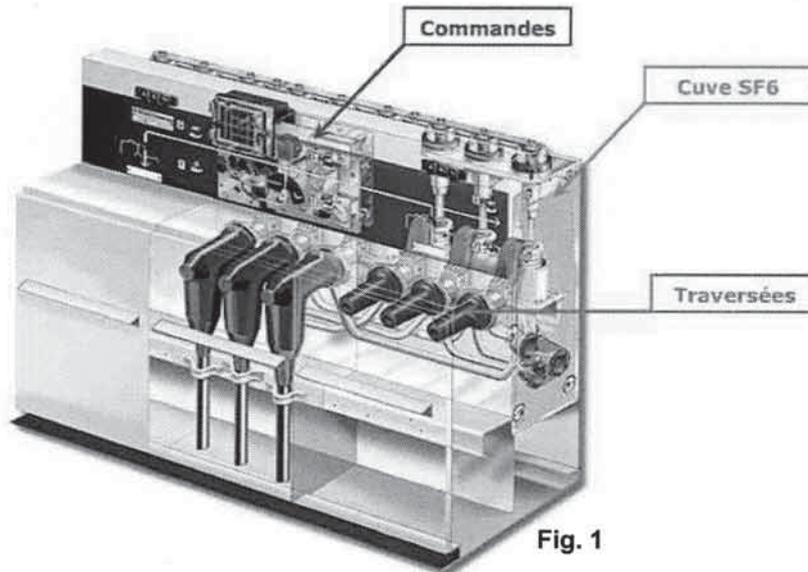

Fig. 1
La société française de construction mécanique et électrique (S.F.C.M.E) est basée à Libourne dans le département de la Gironde (33). Elle a pour principale activité la fabrication complète du RM6 (Fig. 1).